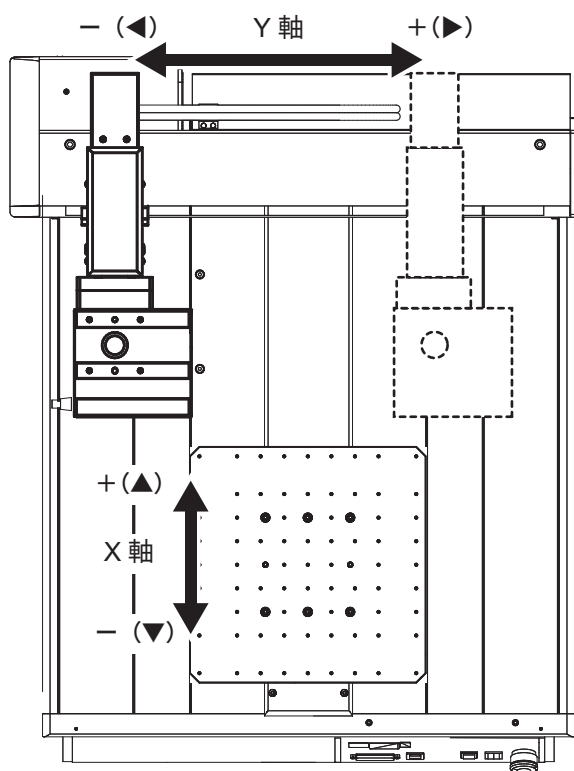
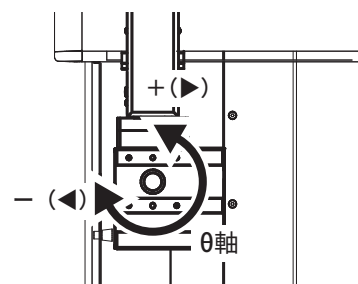

図 4-39
図 4-41
- (3) マウスで「+」「-」のどちらかを押している間、軸が移動します。
- (4) キーボードの「▲」「▼」「◀」「▶」を押している間、KEY 操作で選択している側の軸が移動します。(マウスとKEY 操作による移動方向は図 4-39～図 4-41 を参照)
- (5) 微速：5 mm/sec 低速：30 mm/sec 中速：100 mm/sec 高速：200 mm/sec
- (6) 入力：1～800 mm/sec